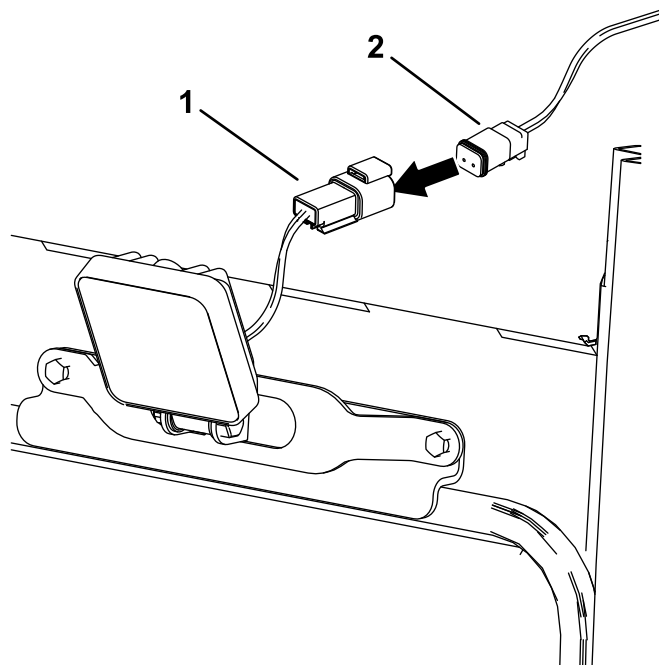

Bild 10
7. Verbinden Sie die Anschlüsse der Arbeitsscheinwerfer mit den Arbeitsscheinwerfern (Bild 10).